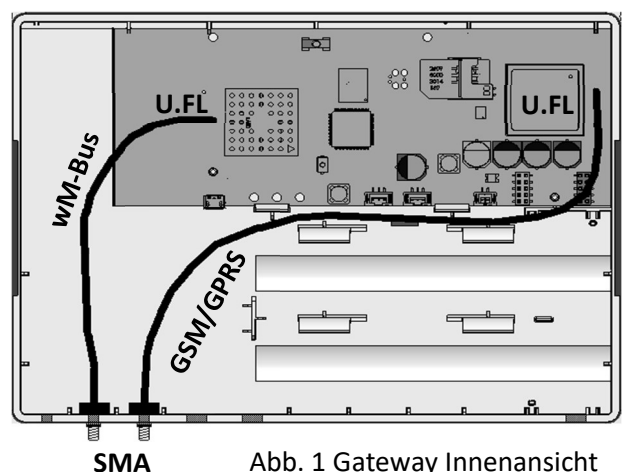

Abb. 1 Gateway Innenansicht
- An dem Gehäuse befinden sich unten links fünf verschlossene Aussparungen für Durchführungen. Die zweite Aussparung ist für wireless M-Bus und die dritte für GSM/GPRS gedacht (siehe Abb. 1).
- Den Sprengring aufschieben und die Sechskantmutter manuell andrehen. Mit Gabelschlüssel (8) festschrauben (max. Drehmoment 1,7 Nm) und mit Gabelschlüssel (11) kontern.